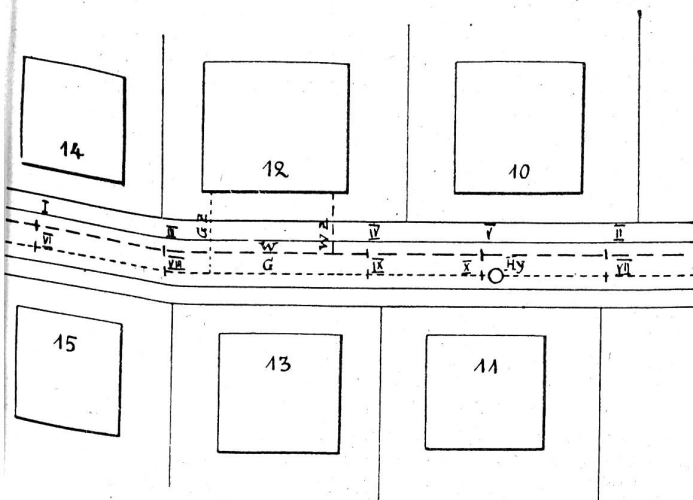

Fig. 5.
**IV. Zwei eigentümliche Gasverluste.** a) Gasgeruch in einem nicht angeschlossenen Hause (Fig. 5).